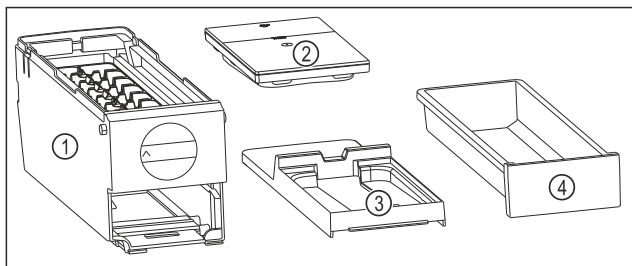

Fig. 108 Composants de l'EasyTwist-Ice
- ▶ L'EasyTwist-Ice est démonté en quatre parties. (voir Fig. 108)
- ▶ Ne démonter l'EasyTwist-Ice que de la manière illustrée. (voir Fig. 108)
- ▶ Nettoyer le corps de l'EasyTwist-Ice Fig. 108 (1) dans son ensemble.